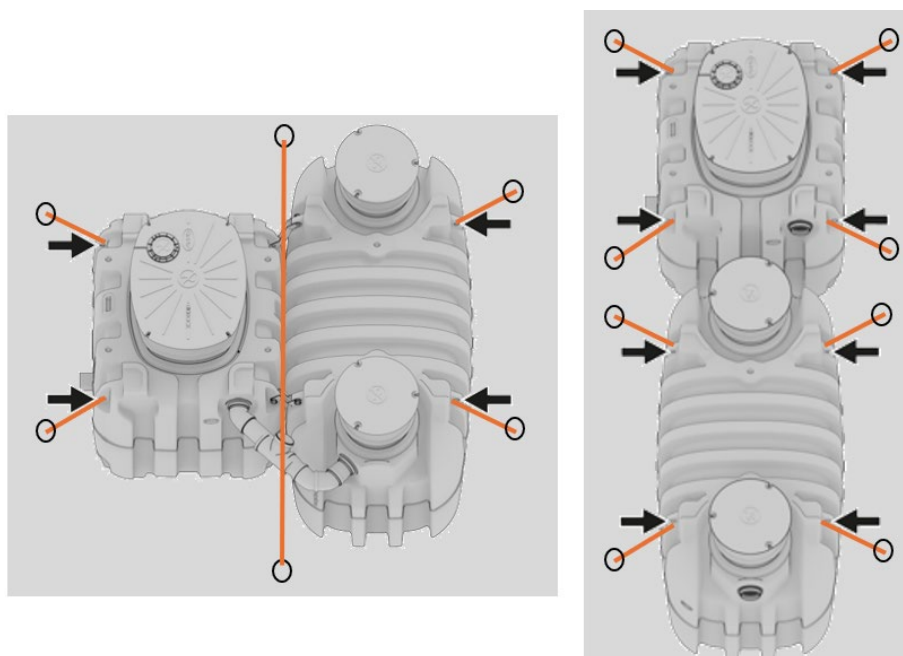

Fig. 32: Position anneaux d'ancrage et sangles configuration PACK (gauche) et LINE (droite)
2. Positionner les sangles tel que présenté en Fig. 32 en utilisant les anneaux de levage des cuves indiqués par les flèches noires.